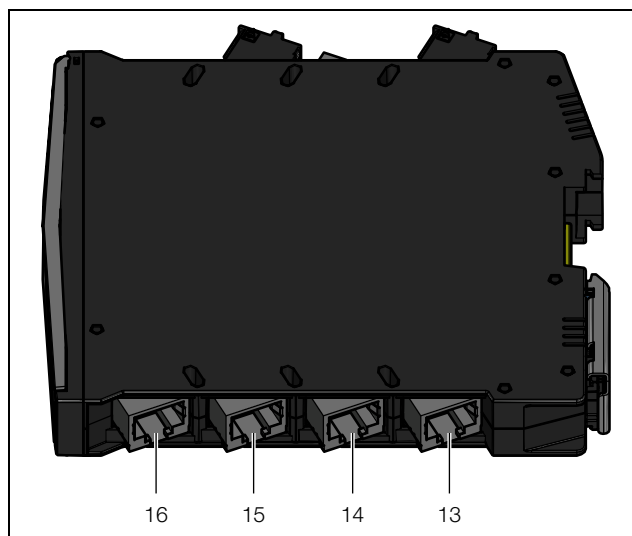

Fig. 6 : raccordements en bas sur l'interface IoT
Un raccordement 24 V  $\overline{\text{---}}$  est présent pour l'alimentation électrique. Les capteurs CAN-Bus raccordés sont ensuite alimentés électriquement via les câbles de Bus. Alternativement, l'interface IoT peut également être alimentée avec la tension de régime requise via un climatiseur connecté au raccordement X6 (fig. 6, pos. 14).
À la place du raccordement direct et un bloc d'alimentation externe, vous pouvez également alimenter l'interface IoT avec la tension de régime requise via un climatiseur Blue e+ connecté au raccordement X6 (fig. 6, pos. 14).
si le raccordement électrique **n'est pas** réalisé en raccordement direct, il n'est pas possible de connecter un deuxième climatiseur au raccordement X5 (fig. 6, pos. 13) ni de connecter de composants aux raccordements CAN-Bus (comme p. ex. les détecteurs CMC III ou le Smart Monitoring System).
Une large palette de capteurs par exemple pour le contrôle d'accès peut être raccordée aux deux interfaces CAN-Bus en bas sur l'interface IoT (fig. 6, pos. 15 et 16) (cf. chapitre 15 « Accessoires »).